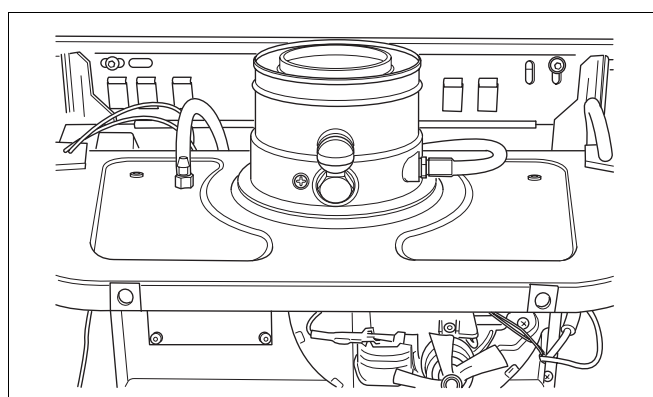

Рис. 18 Концентричное присоединение по воздуху/отработавшим газам
- Удалить фитинг присоединения по отработавшим газам (рис. 18) (3 шурупа- самореза), и снять шланг регулятора давления воздуха.